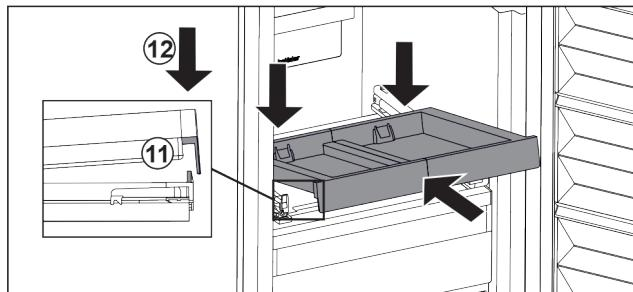

Fig. 103
- Schräg einschieben. Darauf achten, dass auf beiden Seiten der Anschlag hinter der Lasche ist. Fig. 103 (11)
- Auszugsbord vorne absetzen. Fig. 103 (12)